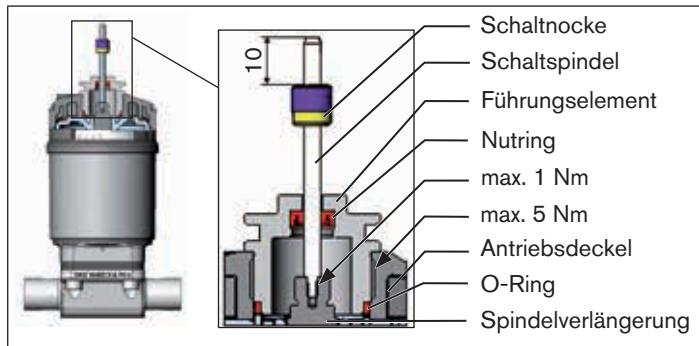

Bild 7: Montage der Schaltspindel (2), Reihe 21xx
- Schaltknöcke so auf der Schaltspindel positionieren, dass der Abstand von Schaltknöcke bis Spindelanfang 10 mm beträgt (siehe „Bild 7“).